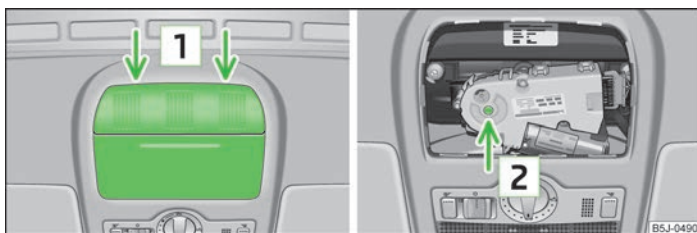

Fig. 21 Punct de amplasare a șurubelniței/orificiul pentru amplasarea cheii
- Introduceți o șurubelniță de cca. 5 mm lățime în fantă, cu atenție, în locul marcat cu săgeți [1] » fig. 21.